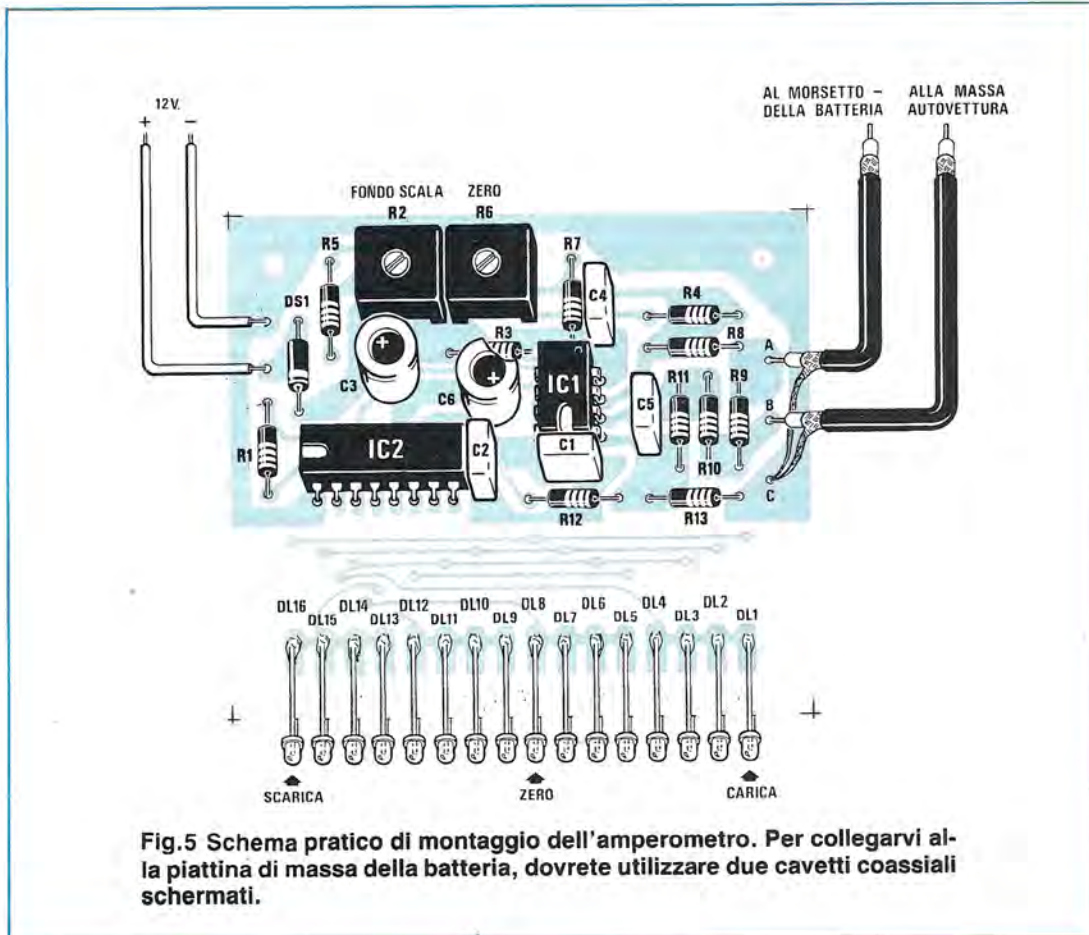

Fig.5 Schema pratico di montaggio dell'ampmetro. Per collegarvi alla piattina di massa della batteria, dovreste utilizzare due cavetti coassiali schermati.
Per completare il montaggio dovreste inserire gli integrati nei due zoccoli, facendo bene attenzione a posizionare la tacca di riferimento, cioè quel piccolo incavo a U, come chiaramente visibile nello schema pratico di fig.5.
Tutto il materiale necessario alla realizzazione di questo progetto (vedi fig.5), cioè circuito stampato, integrati, diodi led, più 3 metri di cavo coassiale (escluso mobile) L.18.000
Fatto questo, collegherete alle due boccole di **A** e **K** del tracciacurve (vedi fig.5) il **diodo** di cui vorrete conoscere le caratteristiche e:
Fig.5 Come vedesi in questa figura, il Catodo (K) del diodo andrà collegato alla boccola di sinistra. Se il diodo venisse collegato in senso opposto si otterrebbe una curva rovesciata (vedi fig.8).